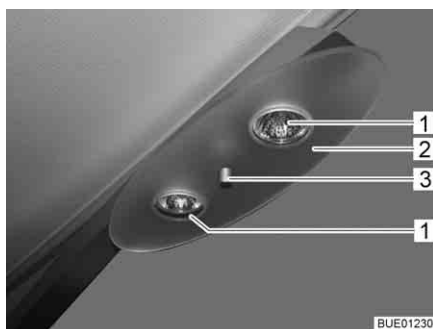

Bild 239 Halogentaklampa
- Skruva av fästmuttern (Bild 239,3) och ta av täckplattan (Bild 239,2).
- Tag ut halogenglödlampan (Bild 239,1).